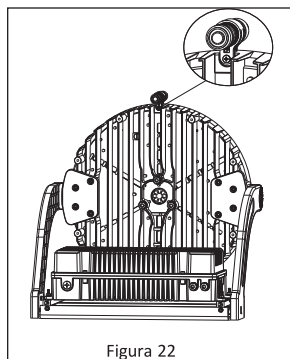

Figura 22
3. La lámpara ya está lista para orientarse. **Ver Figura 22.**